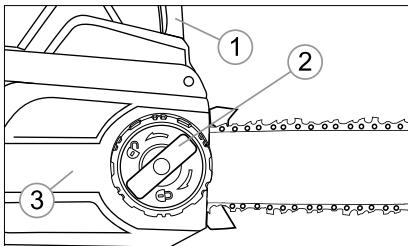

Рис. 4
2. Потяните щиток цепного тормоза 1 (рис. 4) на себя, открутите зажим 2 (рис. 4) и снимите защитный кожух 3 (рис. 4).
6. Установите защитный кожух цепи 3 (рис. 4), точно совместив все шлизы. Крепко затяните прижимную ручку 2 (рис. 4), вращая ее по часовой стрелке. Убедитесь в надежности соединения и правильности установки цепи.